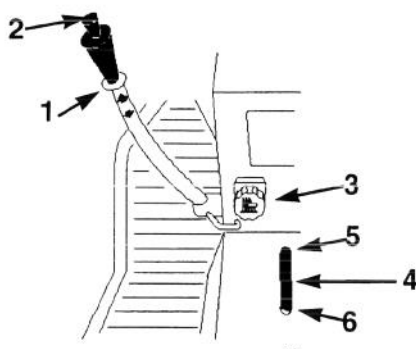

Figure 10
Ce levier (Fig. 10) sert à relever et abaisser les divers accessoires.
Cette commande (Fig. 10) sert à limiter la course descendante de l'accessoire. Tourner le bouton de sélection de hauteur pour augmenter ou diminuer la limite.
1. Tirer sur le levier de relevage des accessoires: se reporter à la section "Relevage des accessoires". En position relevée, tourner le bouton de sélection de hauteur (Fig. 10) pour changer la limite. Le tourner dans le sens des aiguilles d'une montre pour augmenter la hauteur de l'accessoire, ou dans le sens contraire des aiguilles d'une montre pour diminuer la hauteur.
2. Le voyant de sélection de hauteur (Fig. 10) signale le changement de la hauteur de relevage de l'accessoire, plus ou moins haut, au moment de la sélection.